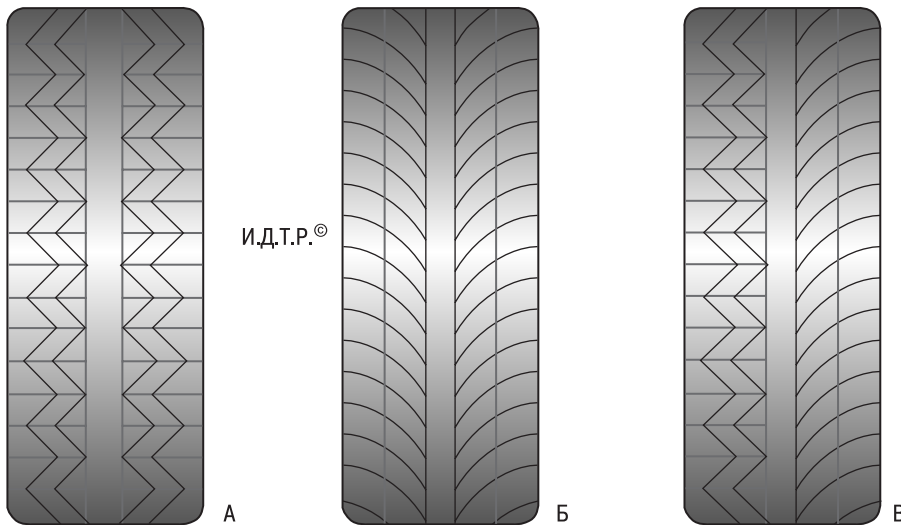

Рис. 14.4. Виды рисунков протектора: А – ненаправленный; Б – направленный; В – асимметричный
- **ненаправленный рисунок** (см. рис. 14.4, А) – симметричный относительно радиальной плоскости колеса (проходящей через его ось вращения). Является наиболее универсальным, поэтому большая часть шин выпускается именно с этим рисунком;
- **направленный рисунок** (см. рис. 14.4, Б) – симметричный относительно центральной плоскости вращения колеса (проходящей через середину протектора). Он обладает улучшенной способностью отвода воды из пятна контакта с дорогой и пониженной шумностью. Запасное колесо совпадает по направлению вращения только с колесами одной стороны автомобиля, но временная установка его на другую сторону допустима при условии движения на небольших скоростях;
– **асимметричный рисунок** (см. рис. 14.4, В) – несимметричный относительно центральной плоскости вращения колеса. Его используют для реализации разных свойств в одной шине. Например, наружная сторона шины лучше работает на сухой дороге, а внутренняя — на мокрой.